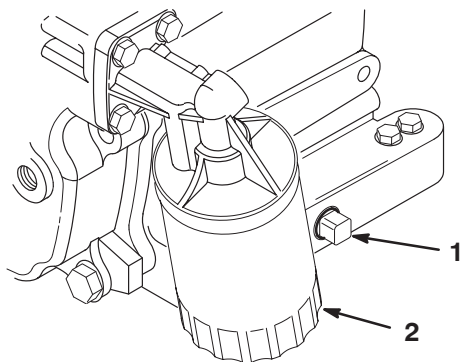

Figure 28
5. Enlevez le bouchon de vidange (Fig. 28) et laissez s'écouler l'huile dans un bac de vidange. Remettez le bouchon quand toute l'huile s'est écoulée.
2. Déposez le filtre à huile existant (Fig. 28). Appliquez une fine couche d'huile sur le joint du filtre de rechange.